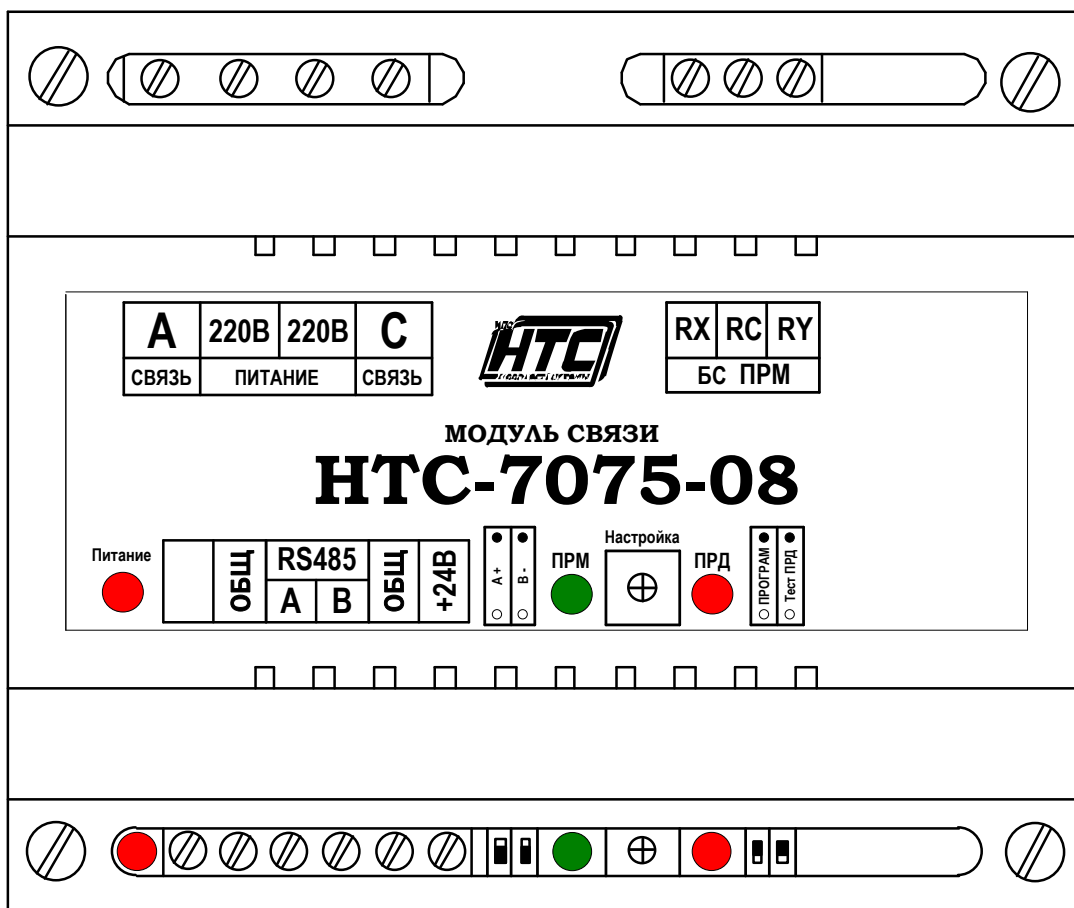

Рисунок 1. Внешний вид модуля связи HTC-7075-08.
1.5.1. Внешний вид модуля связи НТС-7075-08 приведен на рис. 1.